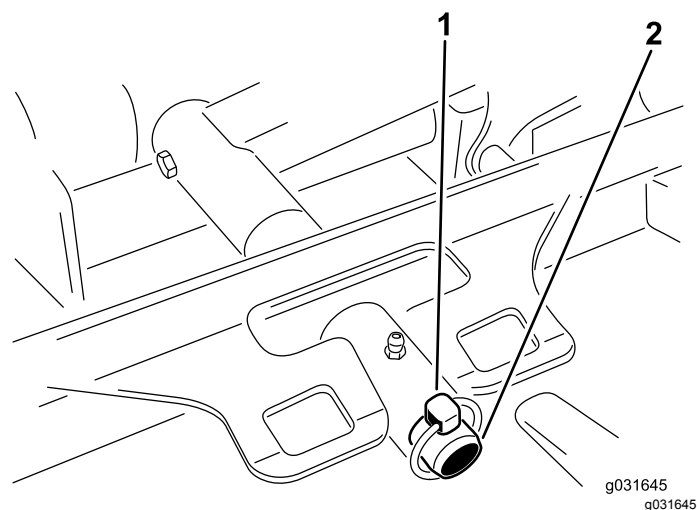

Figure 63
3. Retirez la goupille à anneau ou l'écrou de retenue qui fixe le bâti porteur de l'unité de coupe à l'axe de pivot du bras de levage (Figure 63).
3. Poussez le bâti porteur de l'unité de coupe sur la tige de pivot et fixez-le avec une goupille à anneau ou l'écrou de retenue (Figure 63).